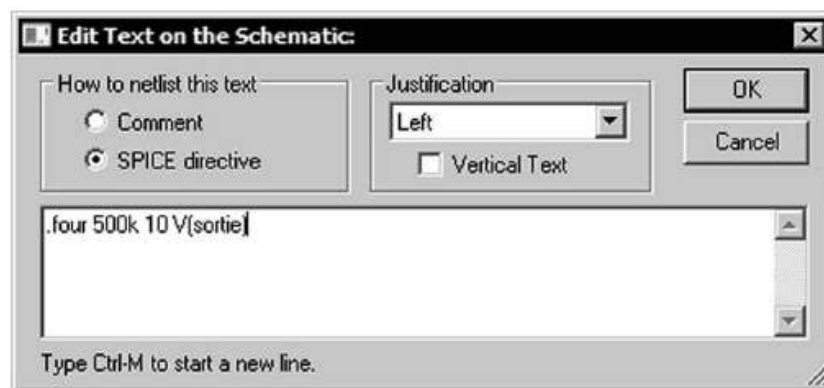

Figure 3.35
26. Cette commande ***four 500k10V(sortie)***, figure 3.35, demande que la valeur des dix premiers harmoniques du signal de sortie (donc à partir de 500 kHz) soit placée dans un fichier ainsi que la valeur de la distorsion totale.